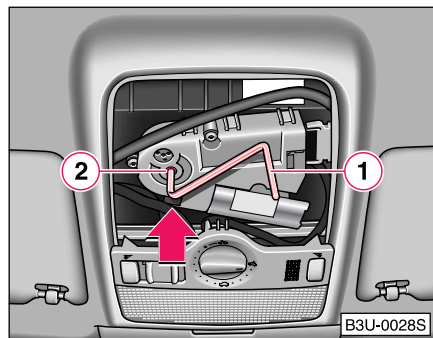

Fig. 34 Fragment din plafon: acționarea manuală în caz de urgență
- Introduceți manivela ① în orificiul hexagonal ② ⇒ Fig. 34.